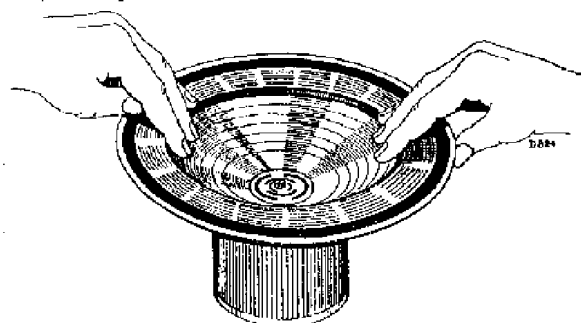

Fig. 8
Draai het centrerschroefje (pos. 106) los, plaats 4 voelertjes van 0,2 mm dikte (Code Nr. 09.990.840) door de perforaties van het centreerplaatje (pos. 105) in de luchtspleet. Zet de centrerschroef weer vast en verwijder de voelertjes. Bij het voorzichtig op en neer bewegen van de conus luisterend, mag men geen geluid waarnemen (fig. 8).
Het spoeltje is vastgelopen in de luchtspleet (controleeren als fig. 8) of er is een gedeeltelijke sluiting in spoeltje of transformator.